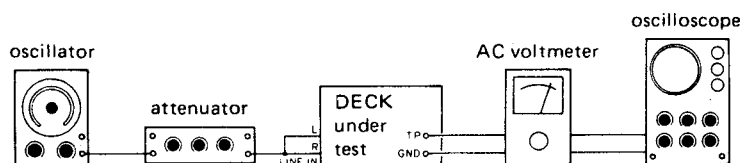

Fig. 5-10 Test setup for test point check テスト・ポイント・チェック時の接続図
6. CPS level CPS レベル	Connection : Fig.5-10, but do not connect LINE IN (L/R). LINE IN (L/R) 接続不要 Tape : MTT-150 (Use mid portion テープの中央付近を使用) Measure in each condition specified below. 下記の各条件で測定する。